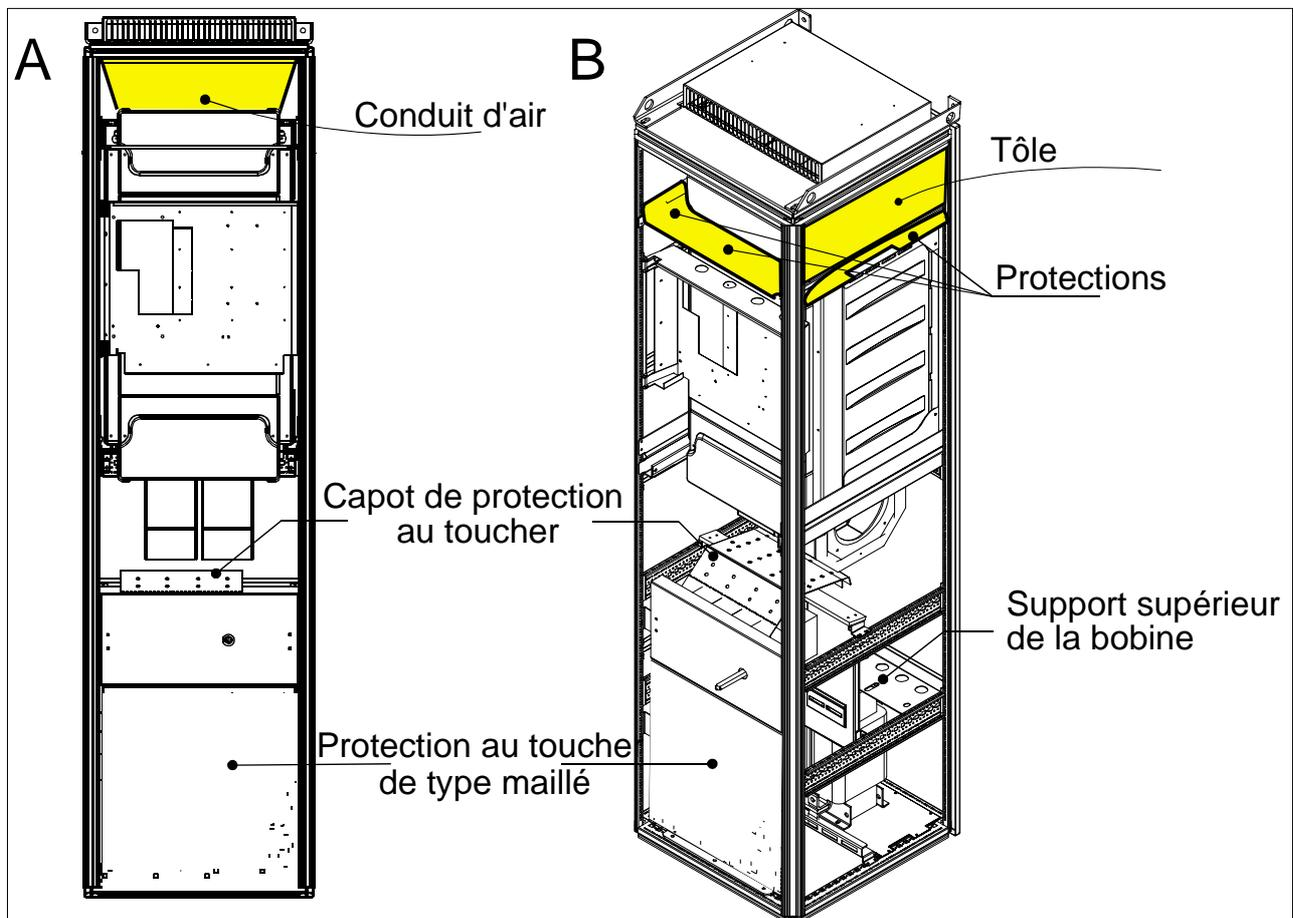

Figure 35. Solutions pour l'évacuation de l'air chaud par le haut de l'armoire, solution pour une armoire.
**REMARQUE !** Pour permettre à l'air de circuler librement, la protection contre les contacts de toucher dans le bas de l'armoire doit être grillagée. Pour les mêmes raisons, la protection contre les contacts de toucher du jeu de barres et le support supérieur de la self doivent également être perforés. Voir Figure 35.